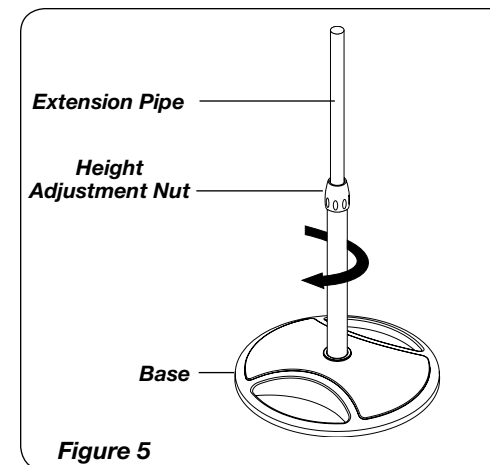

Figure 5
- D'un mouvement de rotation, insérer l'extrémité d'un tube de grand diamètre dans le trou de la Base. (Figure 5) Tourner le tube tout en le poussant pour l'asseoir complètement dans la Base.